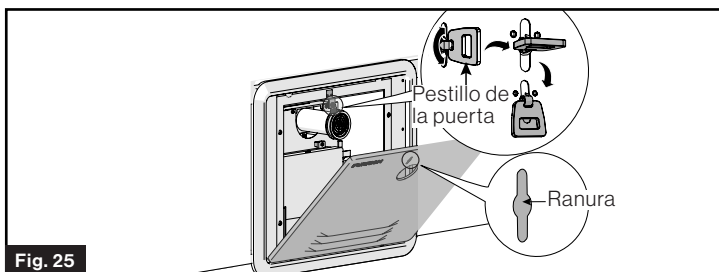

Fig. 25
- Alinear el pestillo en la brida con la ranura en la puerta, a continuación, empuje la puerta y gire el pestillo para bloquear la puerta en su lugar. (Fig. 25)
- Paso ①: Tire y gire la palanca 90° para bloquear el pestillo.
- Paso ②: Baje el pestillo plegable para bloquear el conjunto de puerta.